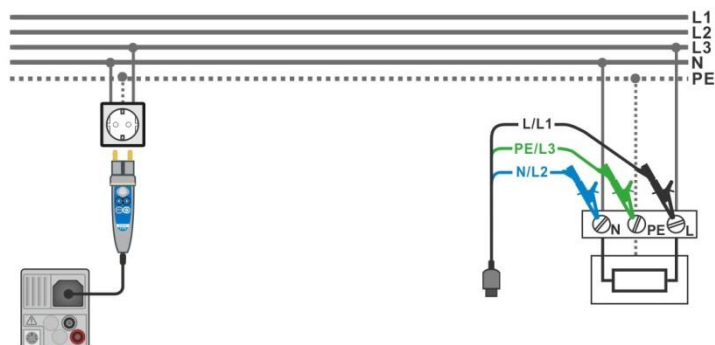

Figura 7.75: Conexión del Plug Commander y una punta de prueba de tres hilos
- Conecte las puntas de prueba o el Commander al objeto a prueba (vea la **Figura 7.75**).